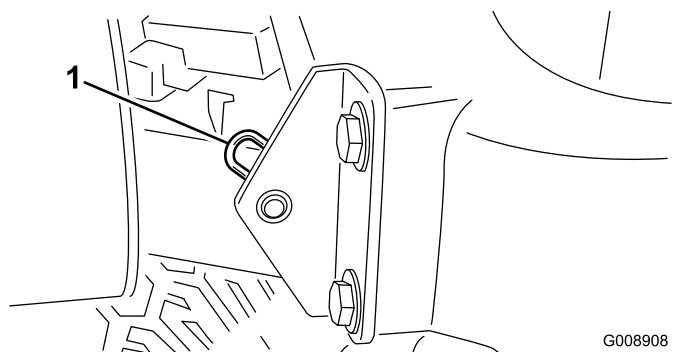

Рисунок 46
2. Снимите игольчатый шплинт крепления оси поворота капота к монтажным кронштейнам (Рисунок 46).